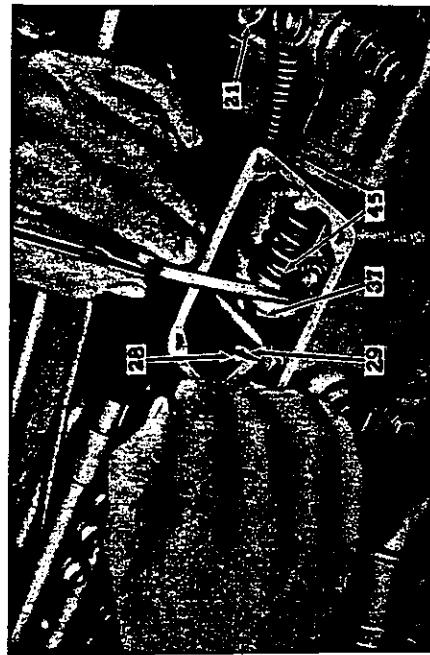

Fig. 12 - Afstelling van regelaar voor veranderlijk toerental
2. Heftboom nr 21 (fig. 12) in de stand "volgas" plaatsen.